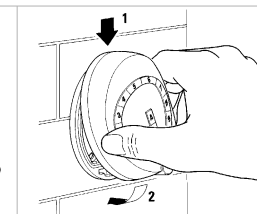

Fig. 4
- Accrocher le sélecteur numérique au support fixé au mur en faisant pivoter sur la partie haute du support. Fig.4